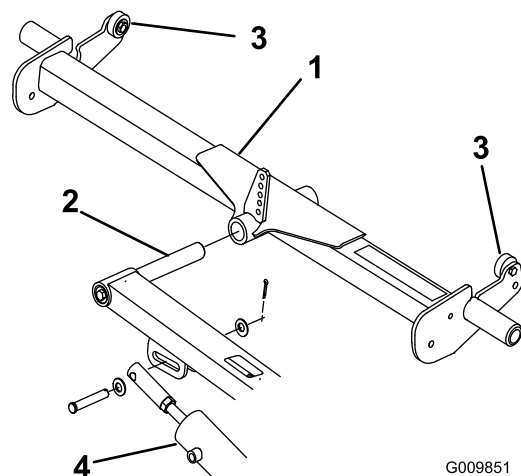

図 3
1. 後キャリア・フレームを後昇降アームのピボット・ロッドに引き込む (図 3)。この時点ではまだ、キャリア・フレームをカッティングユニットに接続しない。
フット・ステップの下面に当たるようにする（図 3）。
- A. 昇降シリンダのロッドの先端と昇降アームとをつないでいるクレビスピンを外す（図 3）。
- D. 六角ナットを締め、シリンダ・ロッドを昇降アームに接続して終了（図 3）。